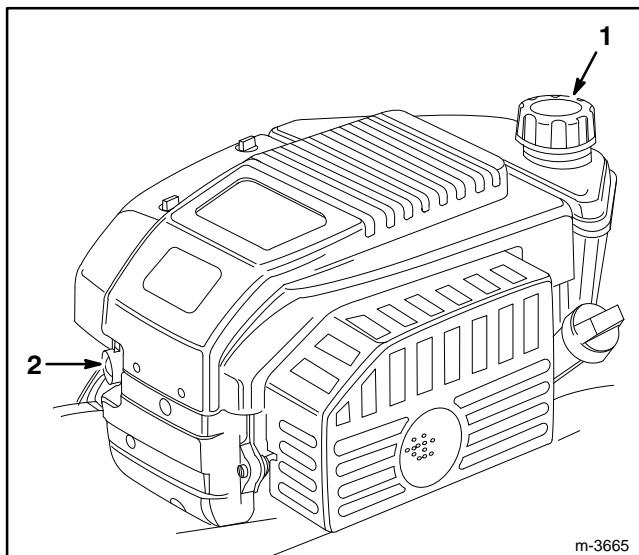

Abbildung 8
1. Rund um den Kraftstofftankverschluß reinigen und die Kappe vom Tank entfernen (Abb. 8).
4. Die Kaltstarthilfe dreimal (3) drücken (Abb. 8). Zwischen den Betätigungen jeweils zwei (2) Sekunden warten.